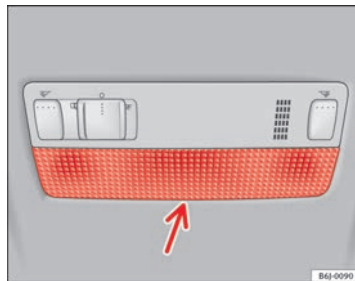

Fig. 166 Luz de lectura delantera
- Introduzca un destornillador fino por su parte plana entre la carcasa y el cristal ⇒ fig. 166.